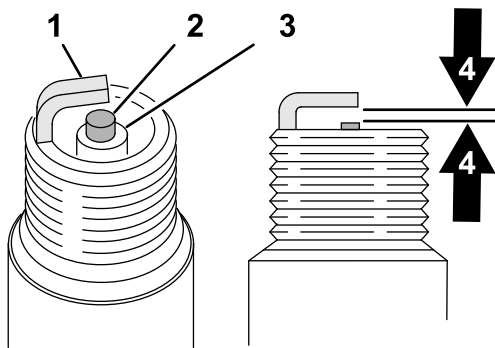

Figure 83
2. Réglez l'écartement (Figure 83) entre électrodes centrale et latérale à 0,76 mm (0,030 po).